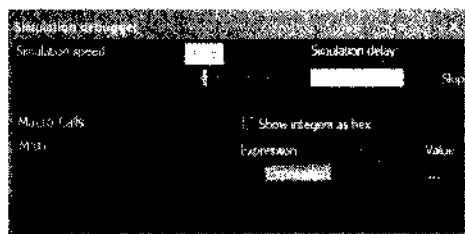

Рис. 20.30. Панель симуляции с регулятором скорости процесса
**Обратим внимание** на панель симуляции. Перемещая ползунок скорости симуляции, можно перевести режим моделирования в пошаговый с большими паузами (крайнее правое положение движка). Нужную паузу легко подобрать (рис. 20.30).